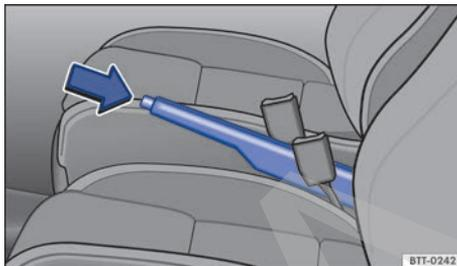

Fig. 132 Entre los asientos delanteros: freno de mano.
- Tire ligeramente de la palanca del freno de mano hacia arriba y presione el botón de bloqueo en el sentido de la flecha → fig. 132.